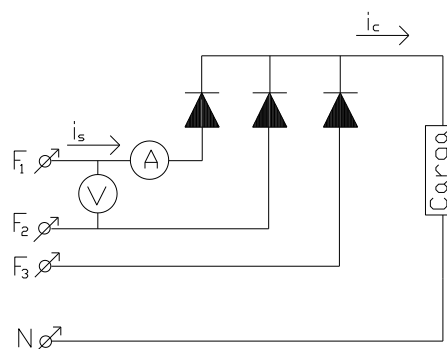
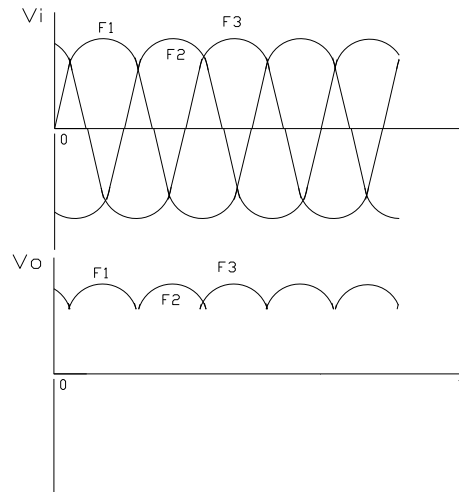

Figura 1.2: Convertidor de media onda trifásico.
Figura 1.4: Señal trifásica
El rectificador trifásico de media onda: Se muestra en la figura 1.2 en el cual los diodos tiene sus cátodos conectados a un punto común, para que en cualquier instante de tiempo el diodo con el mayor voltaje aplicado conduzca, mientras los otros dos estarán en polarizados inversamente, como se muestra en la figura 1.4
8. Arme el circuito de la figura 1.2 que es un rectificador de media onda trifásico. Conecte una carga resistiva de $R = 300\Omega$ y alimente con una fuente de corriente alterna variable, ajuste el voltaje de la fuente a un valor tal que la corriente i_c no sea mayor de 0.2A y realice los siguientes pasos: